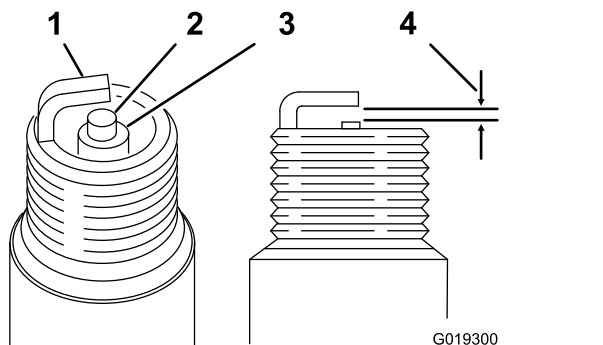

Bild 33
Elektrodenabstand: 0,70 bis 0,80 mm, siehe Bild 33
3. Stellen Sie den Elektrodenabstand auf 0,70 bis 0,80 mm ein (Bild 33).